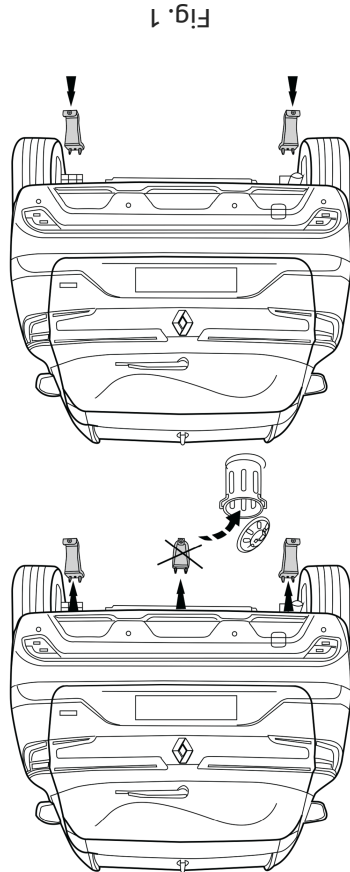

Fig. 1
1. Die angegebene Kunststoffteile entfernen. Siehe Abbildung 1, 2 & 3.
1. Demonter de angivne kunststofdele. Se fig. 1, 2 & 3.
1. Снять указанные пластмассовые части. См. рисунок 1, 2 & 3.